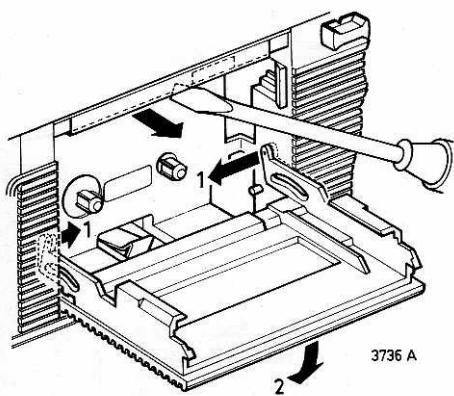

Fig. 5
- Adjust for maximum output voltage by means of the screw which can be reached through a hole in the front, in the cassette compartment (Fig. 5).
- Regel af op maximum uitgangsspanning met behulp van de schroef, die bereikbaar is door een gat in het front, in de kassetteruimte (fig. 5).
- Justiere mit der Schraube, die an der Vorderseite im Cassettenraum zugänglich ist, auf maximale Ausgangsspannung (Abb. 5).